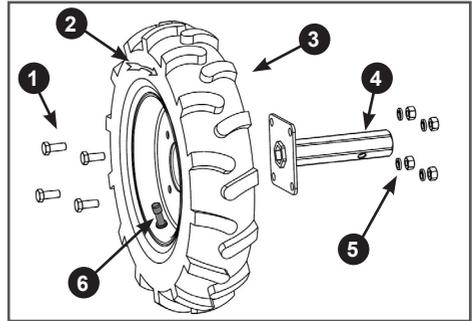

Рис. 5. Сборка колес и осей
2. Определите какое колесо правое, а какое левое. Направление вращения колеса указано стрелкой на боковине покрышки. После сборки колёс с осями вентиля камер должны быть расположены на противоположных от осей сторонах колёс (Рис. 5).